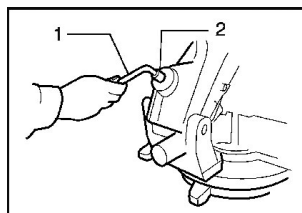

Рисунок 5
- Используя гаечный ключ (1) поворачивайте регулировочный болт (2) до тех пор, пока край лезвия немного не будет касаться верхней поверхности поворотного основания в точке, где лицевая сторона направляющей линейки соприкасается с верхней поверхностью поворотного основания (рисунок 5).